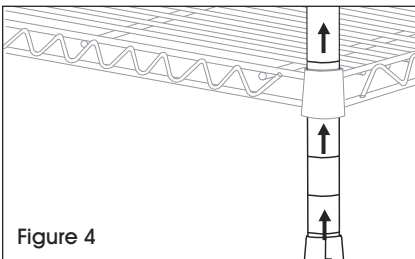

Figure 4
2. Slide post through underside of shelf until shelf slides firmly over supports. (See Figure 4)
2. Faites glisser le montant sous la partie inférieure de la tablette jusqu'à ce que la tablette se fixe fermement en place sur les supports. (Voir Figure 4)